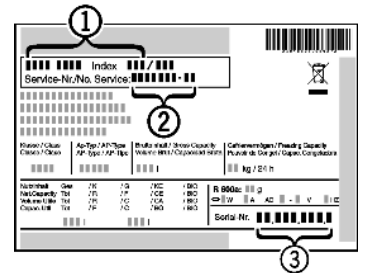

Fig. 23
- ▶ Relever la désignation de l'appareil *Fig. 23 (1)*, le n° de service *Fig. 23 (2)* et le n° de série *Fig. 23 (3)* sur la plaquette signalétique. Cette plaquette se trouve sur la paroi intérieure gauche de l'appareil.
- ▶ Informer le S.A.V. et lui communiquer la panne, la désignation de l'appareil *Fig. 23 (1)*, le n° de service *Fig. 23 (2)* et le n° de série *Fig. 23 (3)*.